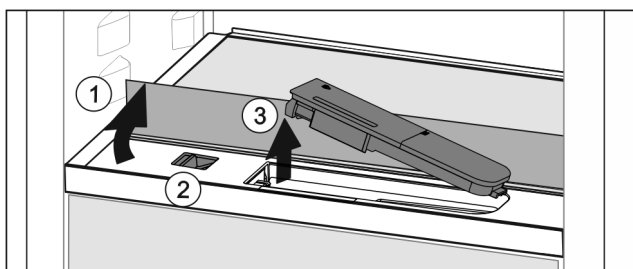

Fig. 42
- Soulever la tablette et la rabattre vers l'arrière jusqu'à la butée Fig. 42 (1).
- Pousser le curseur Fig. 42 (2) vers la gauche.
- Sortir le filtre à eau Fig. 42 (3).